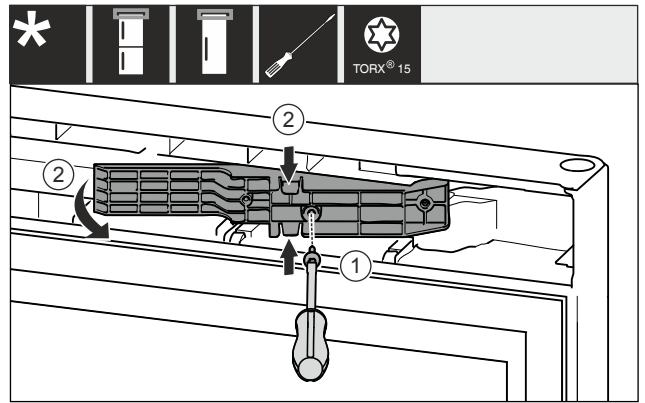

Fig. 12 *
- ▶ Ослабьте винты отверткой T15. Fig. 12 (1)*
- ▶ Извлеките деталь адаптера. Fig. 12 (2)*